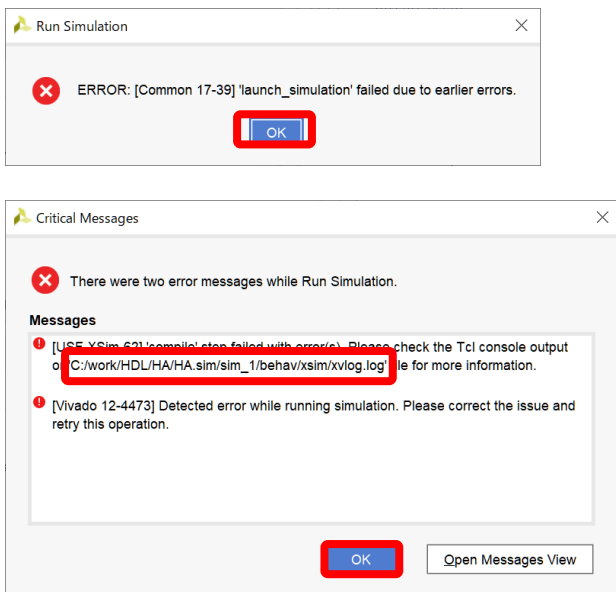

図 11.29 シミュレーションエラーの例
11) 図 11.29 のように「ERROR」の表示となった場合は「OK」を選択し、表示されるメッセージを確認する。ただし、シミュレーションの場合は論理合成と異なり、具体的なエラー箇所が直接表示されないため、メッセージ内に表示され、ログ情報が格納されている「xvlog.log」ファイルをメモ帳等より開いて確認する。
図 11.29 は、意図的に 6 行目の「reg simA = 1'b0;」をコメントアウトし、エラーを発生させた例となる。また、図 11.30 に示す「xvlog.log」内のメッセージ末尾の[HA_sim.v:12]等は、回路の論理合成と同様にファイル名「HA_sim.v」の 12 行目でエラーが発生していることを示している。この場合はテストベンチ内に「simA」を使用しているものの、「simA」を宣言していないことから、登録されていない simA には代入できない旨のエラーメッセージが表示されている。